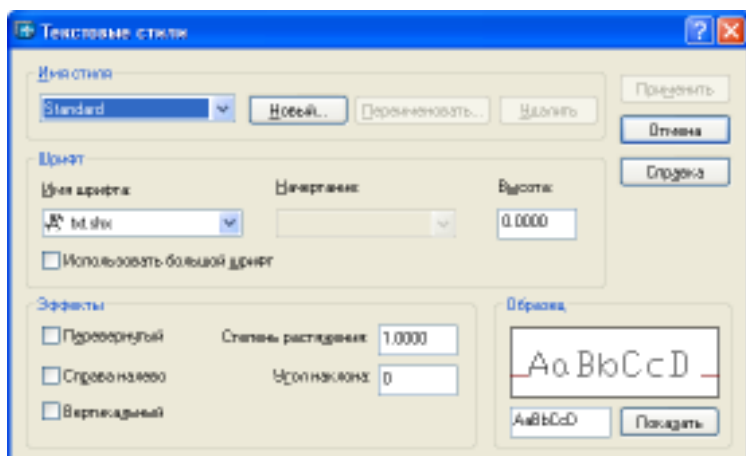

Рисунок 1.1 Диалоговое окно «Текстовые стили»
- создать текстовый стиль согласно ГОСТ 2.304-81, высота букв которого определяется каждый раз при обращении к команде **ТЕКСТ** (**\_TEXT**) см рис. 1.1.